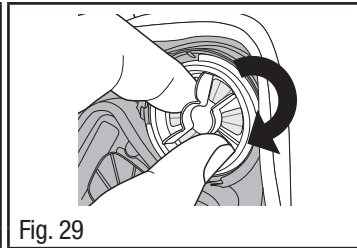

Fig. 29
6. Com uma leve força para baixo, use o polegar e o dedo indicador para girar o diafragma de voz em 90 graus no sentido horário (Fig. 29).